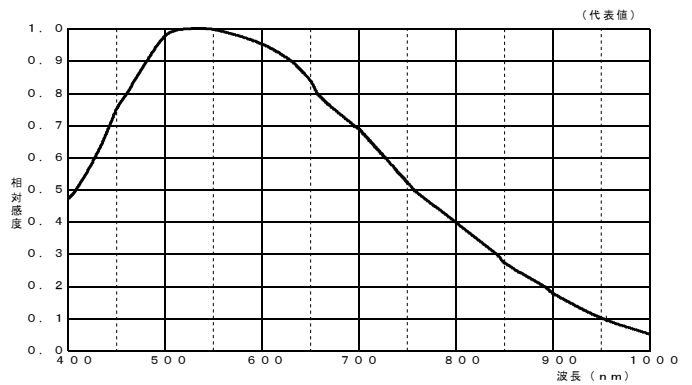

図2-2 標準的波長感度特性
- ・CCDの波長感度特性（図2-2参照）
- ・総画素数 1434(H) × 1050(V) 約150画素
- ・有効画素数 1392(H) × 1040(V) 約145万画素